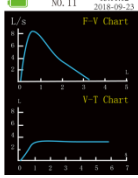

Figura 5 Gráfico caudal-volumen y gráfico volumen-tiempo
- Los mensajes "Flow rate-volume chart" (Gráfico caudal-volumen) y "Volume-time chart" (Gráfico volumen-tiempo) que se muestran en la Figura 5, aparecerán después de pulsar la tecla UP (ARRIBA) o DOWN (ABAJO) en la interfaz principal de parámetros, las Figura 4 y Figura 5 muestran la interfaz principal.